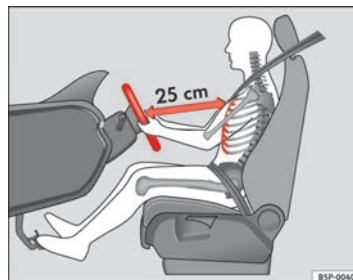

Abb. 137 Die richtige Sitzposition des Fahrers
- Stellen Sie das Lenkrad in die gewünschte Position ein ⇒ Abb. 137.
- Stellen Sie den Fahrersitz bzw. das Lenkrad so ein, dass der Abstand zwischen Lenkrad und Brustbein mindestens 25 cm beträgt ⇒ **Abb. 137**. Wenn Sie den Mindestabstand nicht einhalten, kann Sie das Airbag-System nicht schützen – Lebensgefahr!